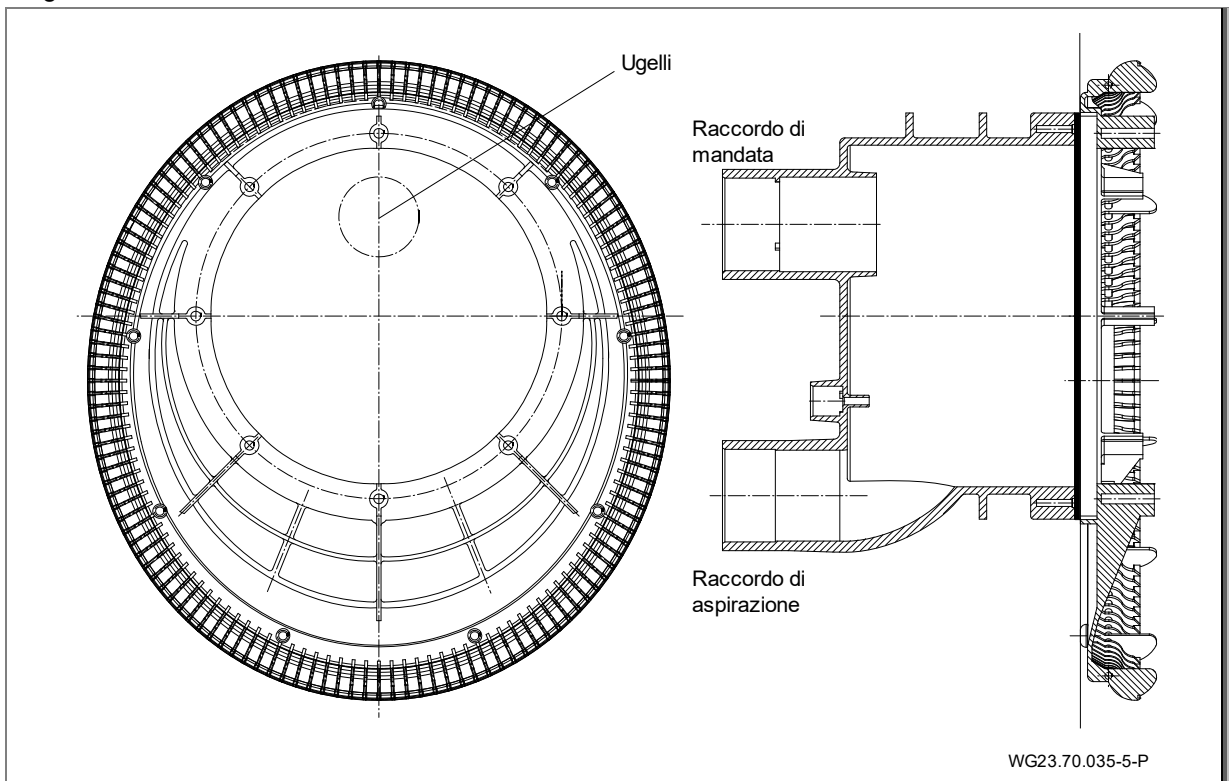
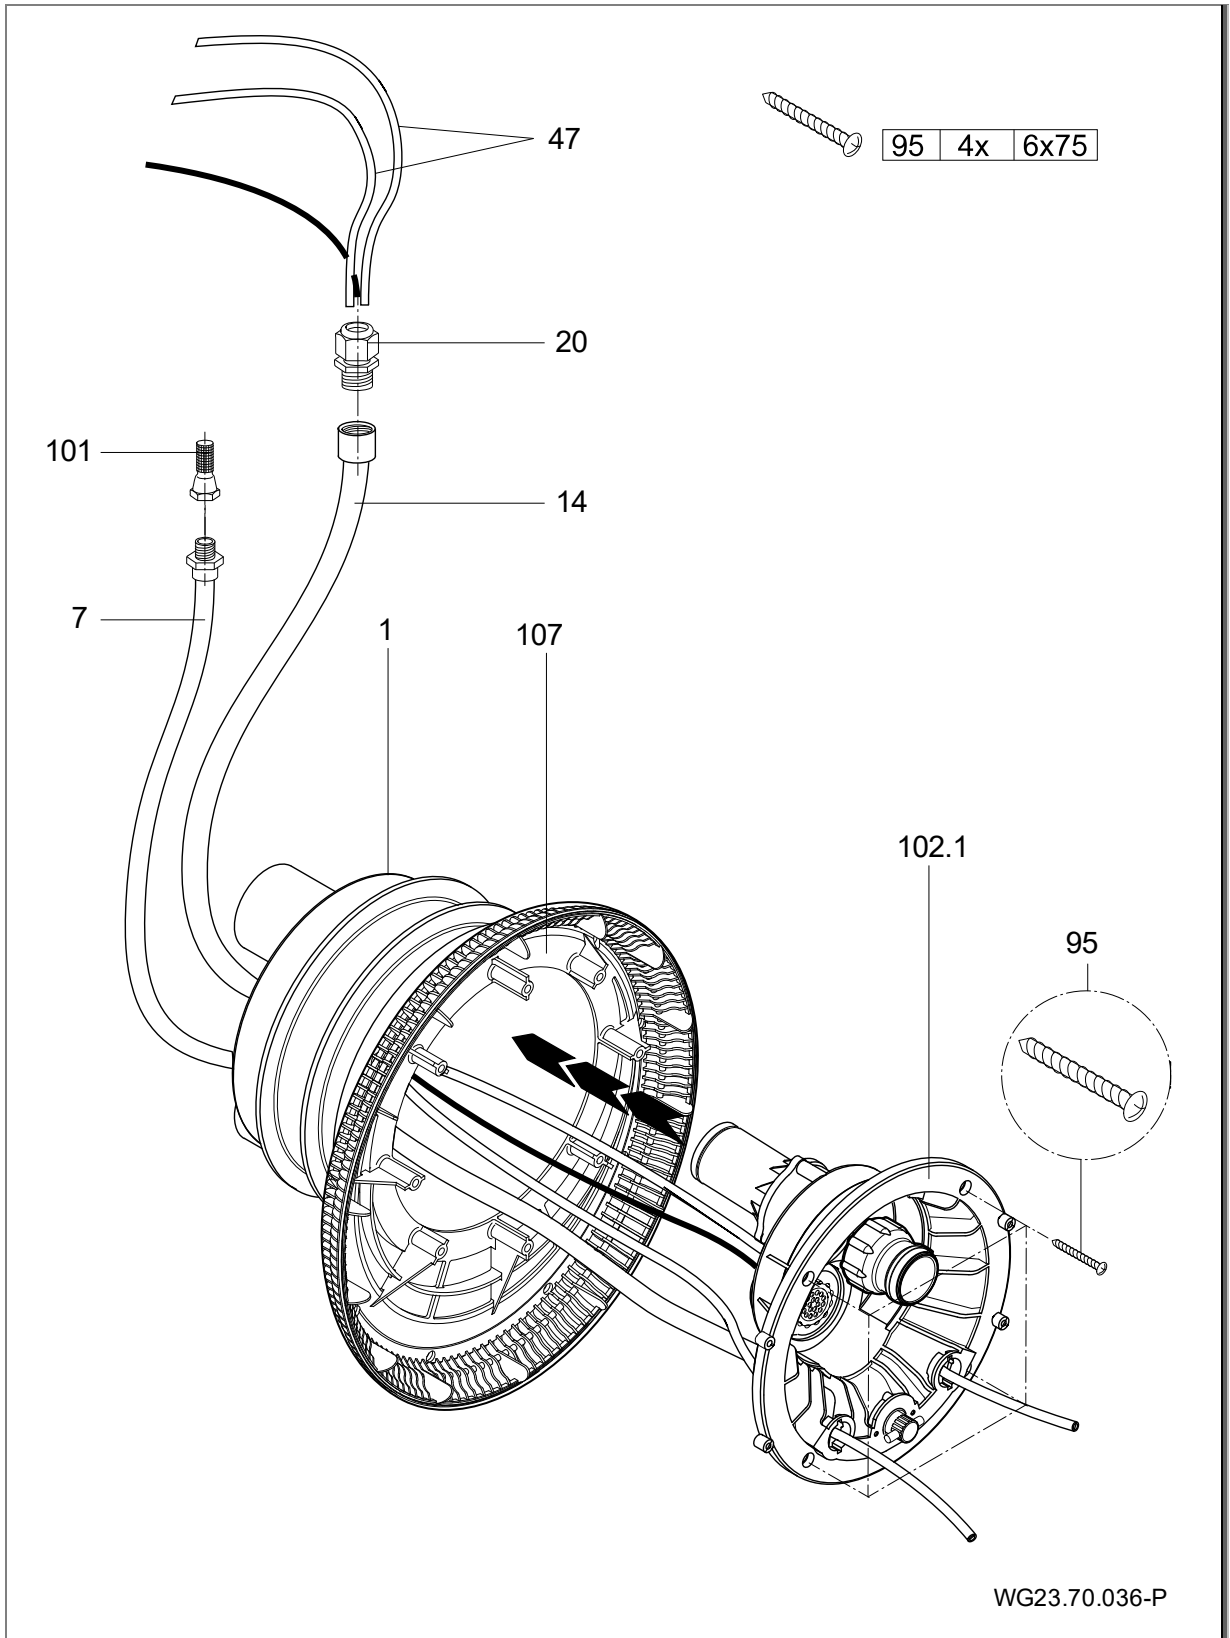

Fig. 17
Fig. 18
2. Applicare il corpo di aspirazione (107) all'anello elastico. Osservare la corretta posizione di montaggio. (Fig. 17)
3. Applicare l'alloggiamento degli ugelli (102.1) sul corpo da murare (1).
5. Fissare il tubo dell'aria con il morsetto (8) al regolatore aria (21) montato da parte del costruttore.
6. Fissare l'alloggiamento degli ugelli (102.1) con quattro viti autofilettanti (95) al corpo da murare (1). (Fig. 18)